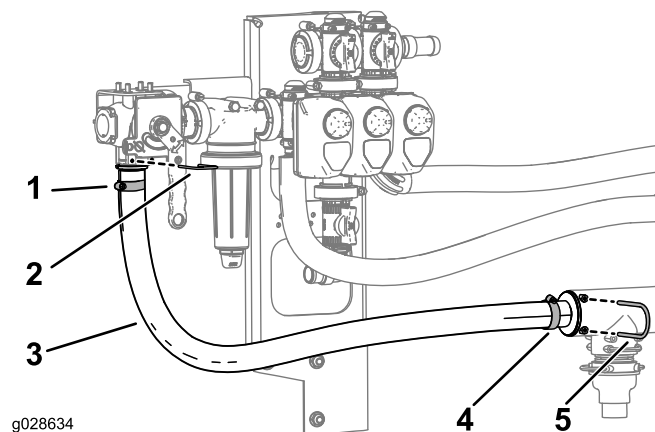

Figure 20
- Acheminez et fixez le flexible de pression comme montré à la Figure 20.